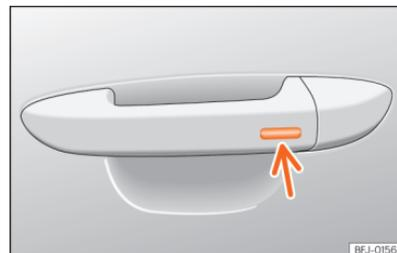

Abb. 83 Türgriff: Sensorfläche.
• **ODER:** mit dem Keyless Access-System (nur Schließen): Finger einige Sekunden auf der Sensorfläche zum Verriegeln »» **[Abb. 83]** (Pfeil) im Türgriff halten, um die Fenster und das Schiebedach zu schließen. Wenn Sie die Sensorfläche nicht mehr berühren, wird die Schließfunktion unterbrochen.
Halten Sie einige Sekunden lang einen Finger über die Verriegelungssensorfläche »» (Abb. 83) (Pfeil) am Türgriff, damit das Dach geschlossen wird. Wenn Sie die Sensorfläche nicht mehr berühren, wird die Schließfunktion unterbrochen.